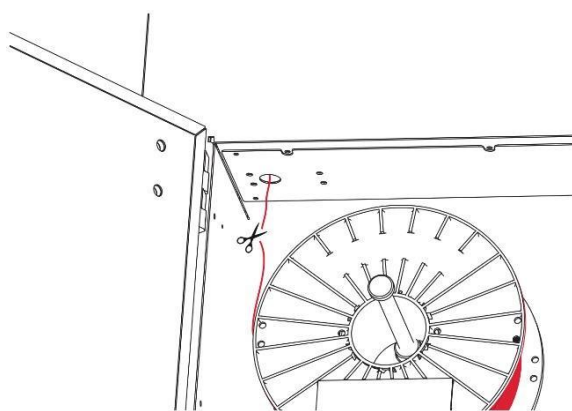

Рис. 58 Место обрезки материала
2. Обрезать материал примерно на 5 см перед входным отверстием (рис. 58) и снять катушку с держателя. Следует помнить о том, что хранить материал необходимо в сухом, защищенном от прямых солнечных лучей месте.